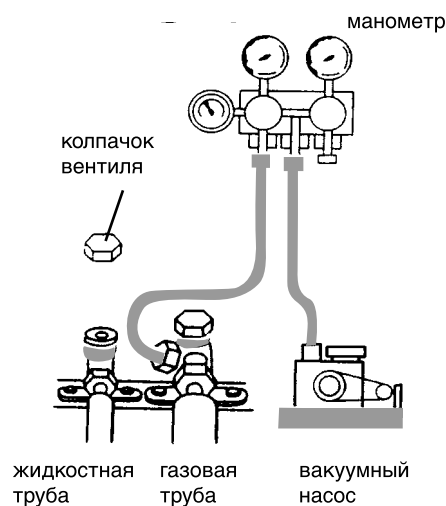

Рис. 10
9. Полностью откройте жидкостный и газовый вентили (см. рис. 10).
Установите дренажный патрубок в отверстие $\varnothing 25$ на основании, как показано на рис. 10, затем соедините сливной шланг с патрубком, так чтобы конденсационную воду, образованную в наружном блоке, можно было дренировать в нужное место.